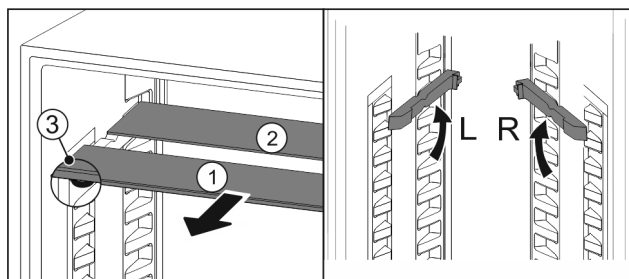

Fig. 177
- По одной извлеките Fig. 177 (1) стеклянные панели движением вперед.
- ▷ Стеклянная панель Fig. 177 (1) с декоративной планкой лежит спереди.
- ▷ Стопоры Fig. 177 (3) показывают вниз.